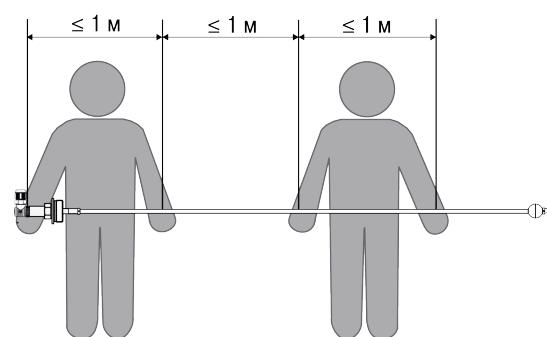

Рисунок 5.1 – Перемещение датчика длиной более 2 м
- датчик длиной более 2 м извлекают из упаковки и переносят два человека: одной рукой следует удерживать датчик за металлический корпус, а далее поддерживать трубку арматуры через каждый 1 м (см. рисунок 5.1).